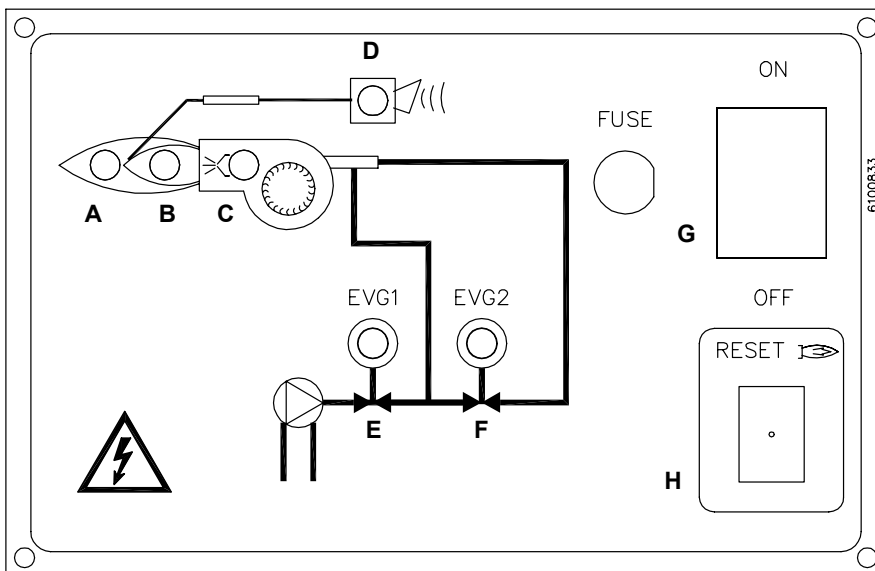

Рис. 16b - Двухступенчатые горелки
- Убедиться в том, что электронный блок не заблокирован, при необходимости разблокировать его, нажатием на кнопку сброса блокировки (F на Рис. 16а и H на Рис. 16b), расположенной на панели щита управления горелки.